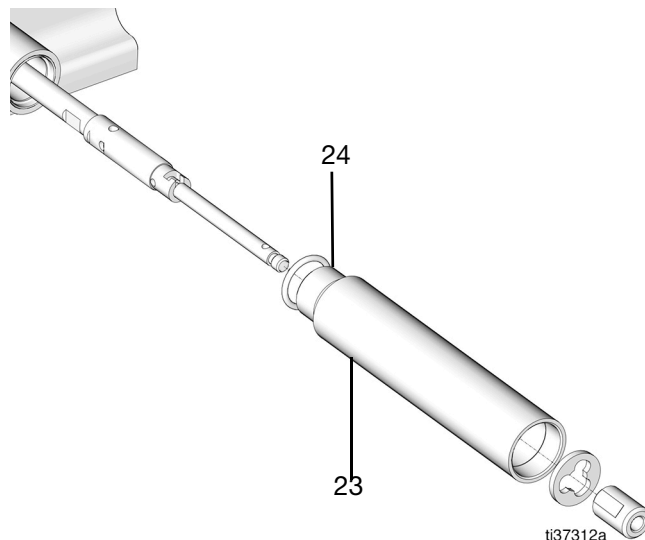

FIG. 39
21. Desserrez et retirez le tube du bas de pompe (23) avec un serre-tube et retirez le joint torique (24) du tube du bas de pompe (23) (FIG. 39).